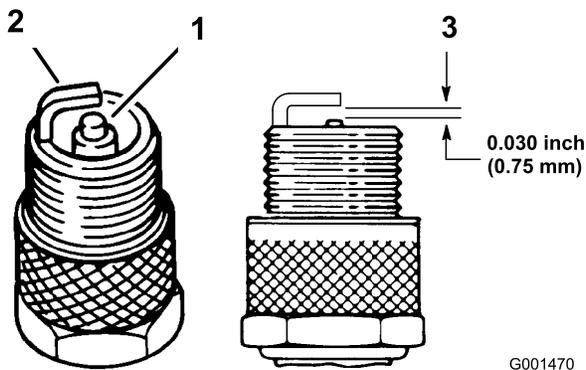

Figure 43
1. Examinez le centre des bougies (Figure 43). Si le bec de l'isolateur est recouvert d'un léger dépôt gris ou brun, le moteur fonctionne correctement. S'il est couvert d'un dépôt noir, c'est généralement signe que le filtre à air est encrassé.
2. Contrôlez l'écartement entre l'électrode centrale et l'électrode latérale (Figure 43). Courbez l'électrode latérale (Figure 43) si l'écartement est incorrect.